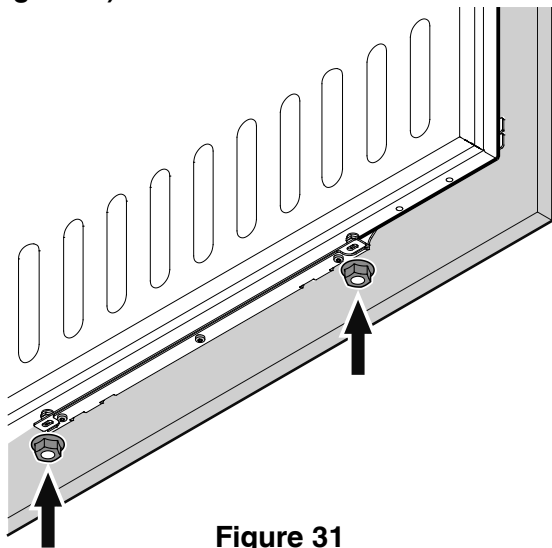

Figure 31
9. Visser les écrous hexagonaux en serrant à fond (**Figure 31**).